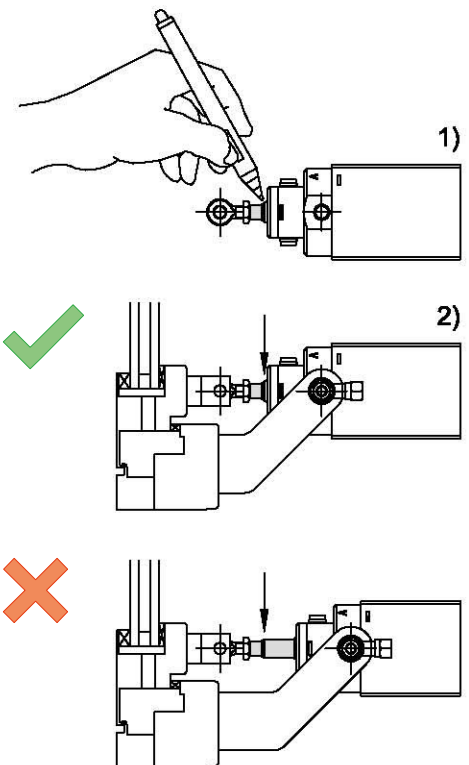

Abbildung 3: Endposition
- ⚠ Es ist sicherzustellen, dass die Zylinder immer ihre Endposition erreichen können, da sonst ein Verriegeln, der eventuell vorhandenen, interne Verriegelung, nicht gewährleistet ist. Benutzen Sie die Augenschraube (Einstellbereich) zur Justierung. Kontrollieren Sie die Einstellung im eingefahrenen Zustand mittels Markierung am Kolbenstangenende (siehe Abbildung 3).